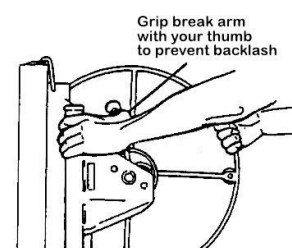

Figure 3
- b) Sollevare completamente il braccio del freno. Prendi l'argano e tenere saldamente l'asta del freno con il pollice per evitare che si sposti rimbalzo (Fig. 3).